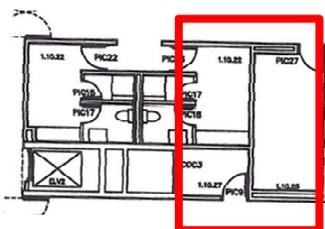

Figura 7 - Armazém C4.63, localizado no 4º piso do Edifício C
- C4.63 - Armazém, localizado no 4º piso do Edifício C (Figura 7).